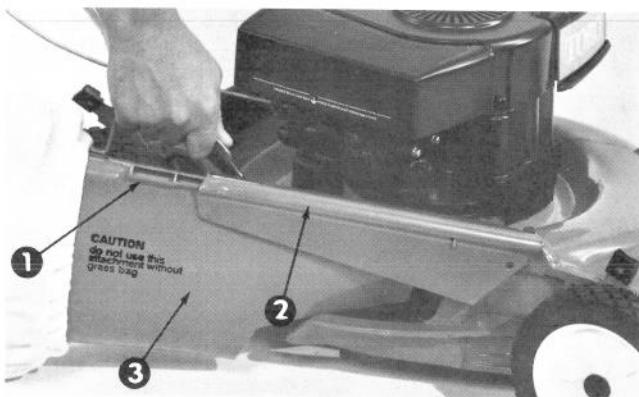

Figure 11
1. Saisissez le couloir d'éjection par la poignée et introduisez les guides dans les rainures dans le déflecteur. Levez le déflecteur avec le couloir d'éjection puis glissez le couloir complètement vers l'avant (Fig. 11). Laissez la tension à ressort du déflecteur baisser le couloir d'éjection jusqu'à ce que la patte du couloir s'engage dans la fente dans le carter de la tondeuse. N'utilisez pas votre main libre pour lever le déflecteur lorsque vous installez le couloir d'éjection, même si le moteur est arrêté, car tout contact avec la lame pourrait vous blesser.